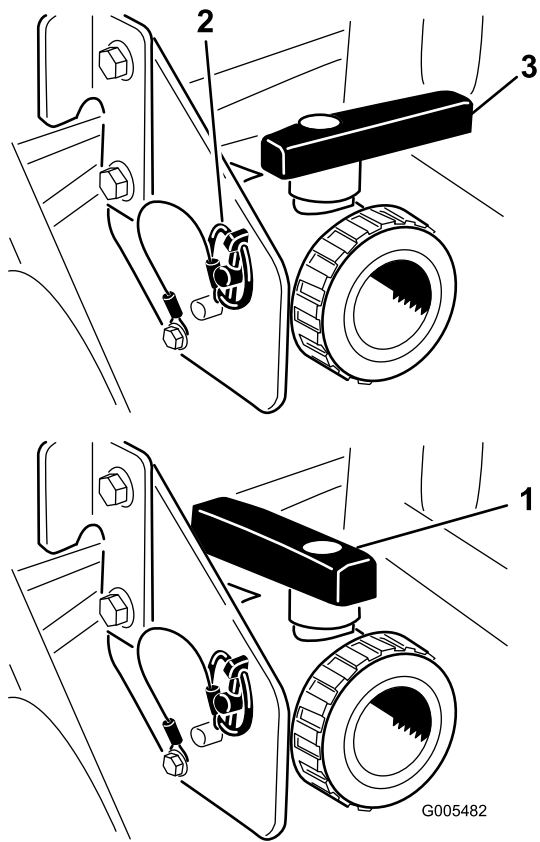

Figure 28
Ouvrez le robinet pour vidanger tout produit restant dans la cuve et éliminez le produit en conformité avec la réglementation locale et les instructions du fabricant du produit (Figure 28). Une fois la vidange terminée, enlevez du support la goupille à anneau qui fixe le robinet de vidange à la machine et laissez le robinet reposer sur le sol. Cela permet au liquide encore présent dans la canalisation d'être vidangé.
3. Lorsque la cuve est complètement vide, fixez le robinet au châssis avec la goupille à anneau enlevée précédemment et fermez le robinet de vidange (Figure 28).